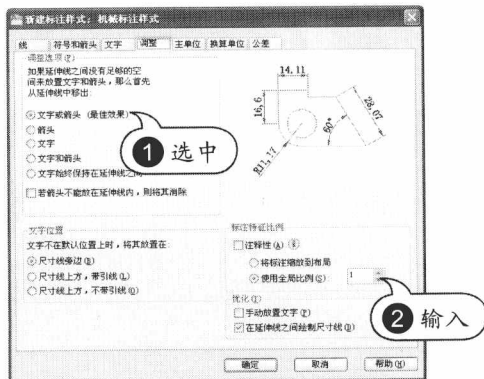

图 1-26 调整文字
STEP 06 调整文字。在“调整”选项卡中调整文字，如图 1-26 所示。